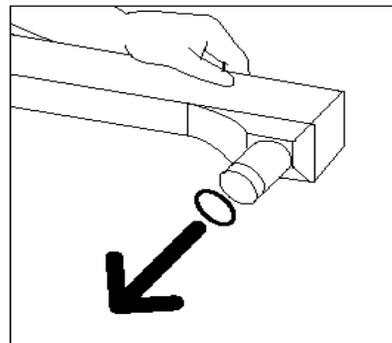

Figura 39: Extracción del tapón del cartucho de aceite del fusor
- 9** Retire el tapón del extremo del cartucho de aceite del fusor, tal y como ilustra la Figura 39.